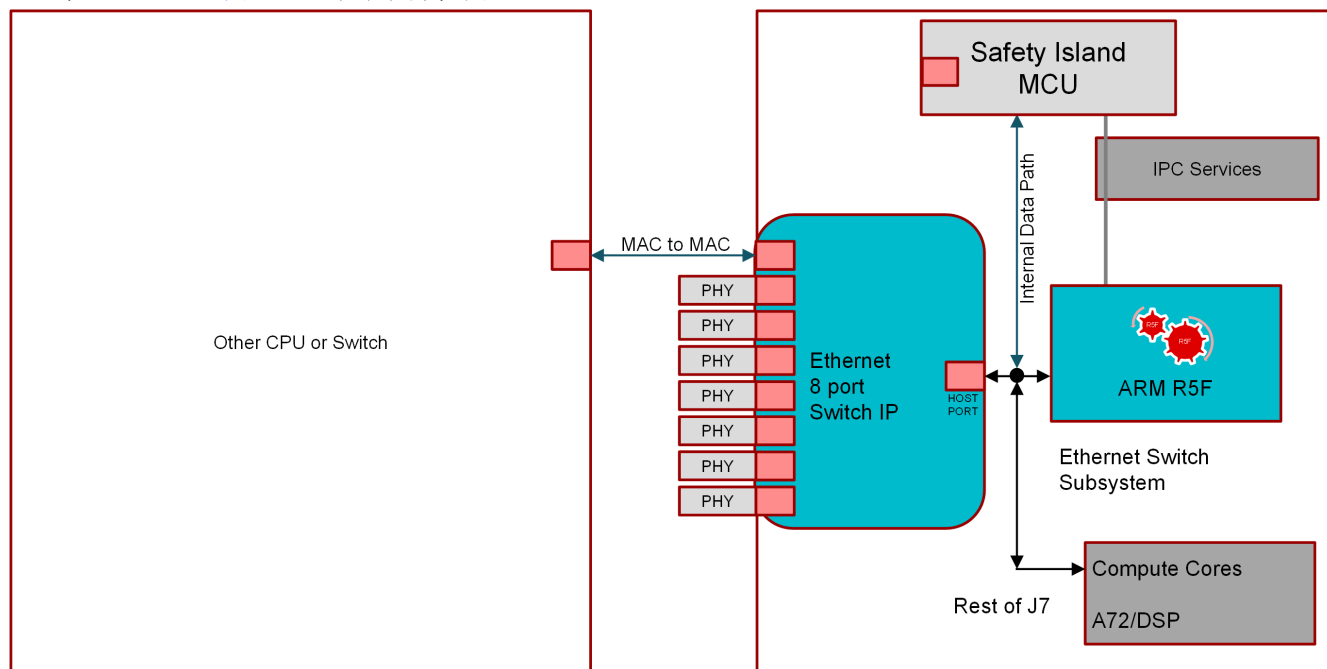

图 2-6. 外部 Soc 连接到 TDA4VM
3. MAC2MAC 可用于连接外部交换机或其他 SoC 上的 MAC。它有两个目的，第一是增加端口数，第二是可用互连 SoC。图 2-6 显示系统方框图。